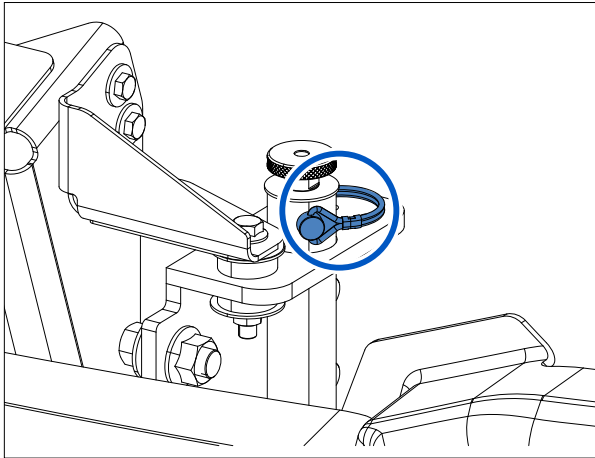

Figure 34 - Goupille de blocage
5. Remplacez la goupille de blocage. (Figure 34).